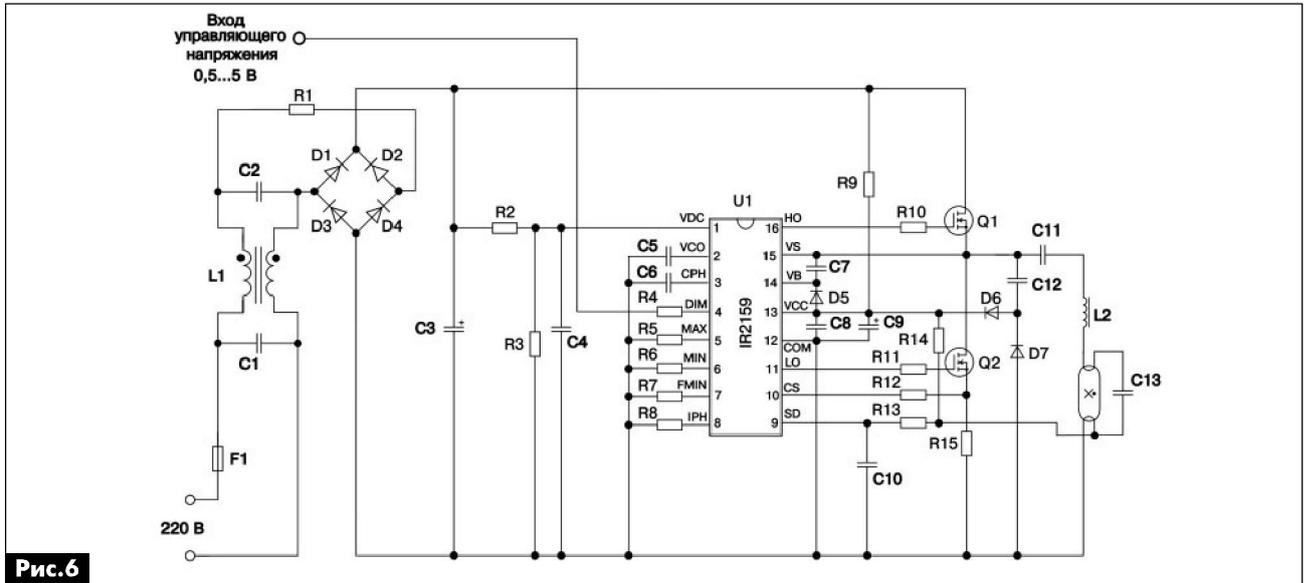

Рис.6
Назначение выводов микросхем IR2159(S), IR21591(S), IR21592(S) приведено в **табл.6**, а принципиальная схема электронного балласта на этих микросхемах показана на **рис.6**.